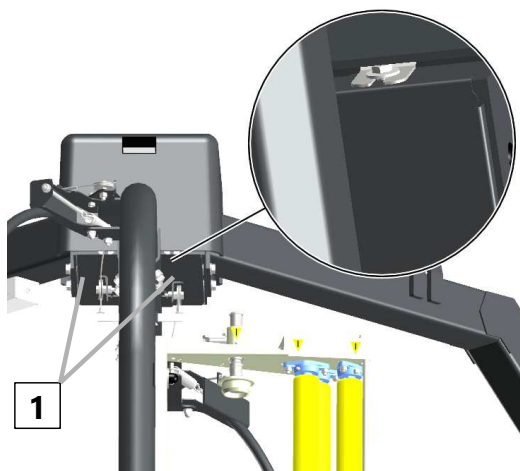

Рис. 193: Рычаг обмотки в продольном
1. Установить рычаг обмотки (1) в продольном направлении [рис. 193].